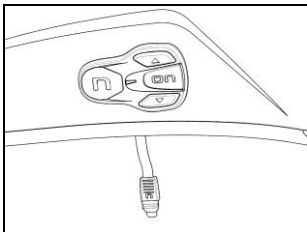

Abb. 27
- Kleben Sie die Tastenvorrichtung auf die Helmschale, indem Sie sie zwecks optimaler Haftung gegen die Außenfläche der Helmschale drücken (Abb. 27).